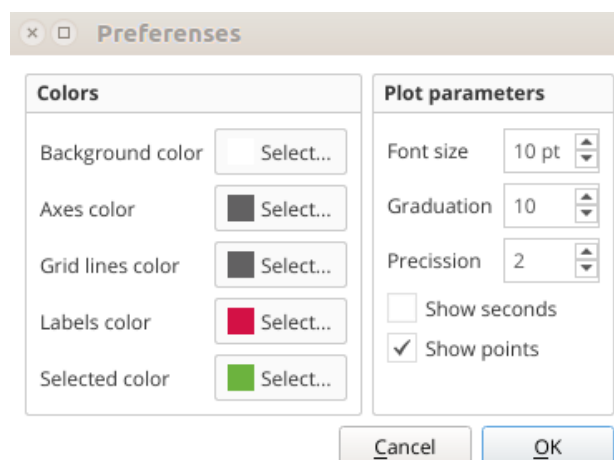

Figura 12. Parâmetros da plotagem que você pode editar.
- Imprimir tudo: envie para a impressora todos os gráficos disponíveis (4).
- Clique neste botão para abrir uma janela pop-up com os parâmetros do gráfico (figura 12).